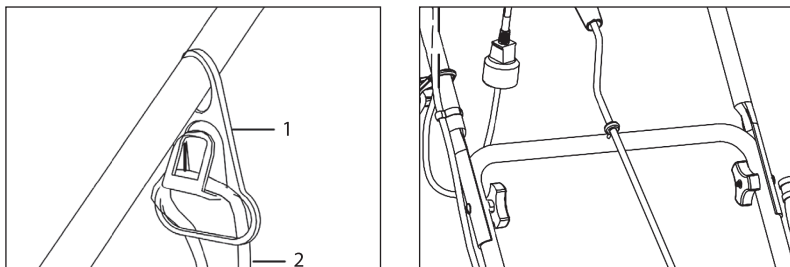

Рис. 8
Запрещено использование удлинителей, имеющих повреждения! Необходимо проверять состояние удлинителя перед каждым применением. При использовании удлинителей на катушке перед подключением к источнику электропитания необходимо удостовериться в том, что шнур размотан полностью. Максимальная длина провода удлинителя — не более 30 метров и сечение не менее 1,5 мм². Сеть должна иметь размыкатель, защищенный от перегрузки с номинальным значением 16 А. Закрепите шнур удлинителя в скобе (1) и подключите шнур питания снегоуборочной машины к удлинителю (рис. 8).